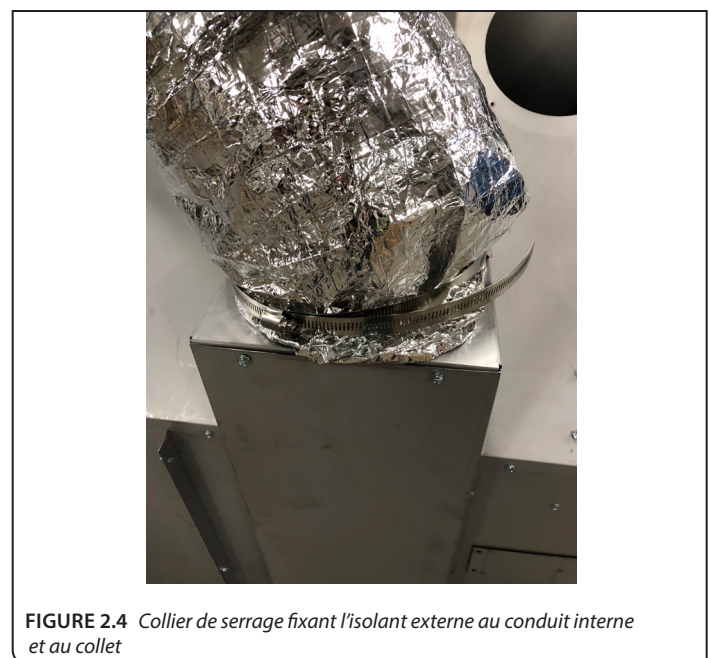

FIGURE 2.4 Collier de serrage fixant l'isolant externe au conduit interne et au collet
10. Utilisez le collier de serrage pour fixer l'isolant externe du conduit flexible au conduit interne et au collet. Voir **FIGURE 2.4**.